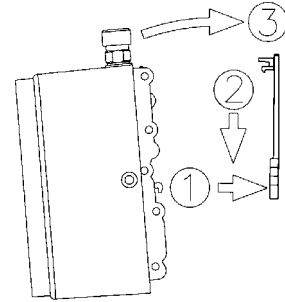

bild. 2
- Värmaren hakas på väggfäste enl. bild 2